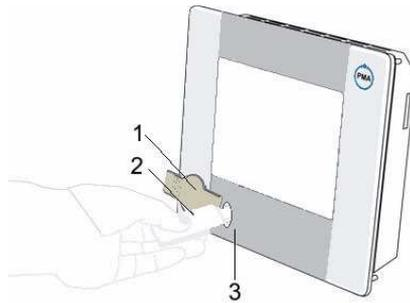

Abb. 20: USB-Stick verwenden
3. **USB-Stick einstecken:** Heben Sie die Abdeckung des USB-Anschlusses (Abb. 20 / Pos. 1) auf der Frontseite des Gerätes vorsichtig an und drehen ihn zur Seite. Stecken Sie nun den USB-Stick (Abb. 20 / Pos. 2) auf den Anschluss (Abb. 20 / Pos. 3).